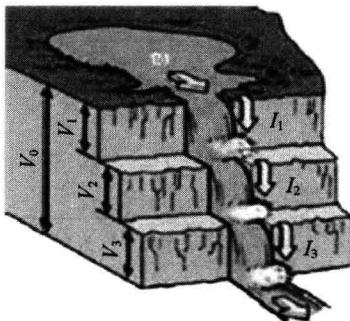
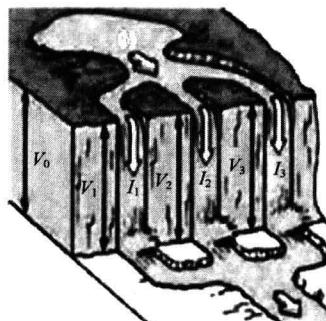

图 1-6 串联
图 1-7 并联
电路中电器元件的连接常见的有两种，即串联和并联。在电路中两个以上的电器元件首尾依次、中间无分支的连接方式叫做串联，如图 1-6 所示；在电路中将几个电器元件的一端连在一起，另一端也连在一起的连接方式叫做并联，如图 1-7 所示。
① 串联。用图 1-6 中水流来说明串联电路的特点。此水流的特点是流过每个瀑布的水流量相等，也与源头流出的水量相等 ($I_0 = I_1 = I_2 = I_3$)。此外，3 个单独的瀑布高度之和等于总水头的高度 ($V_0 = V_1 + V_2 + V_3$)。
② 并联。用图 1-7 中水流来说明并联电路的特点。所有分瀑布的高度都相等 ($V_0 = V_1 = V_2 = V_3$)。此外，流经各个分瀑布的水量之和等于水源头流出的总水流量 ($I_0 = I_1 + I_2 + I_3$)。